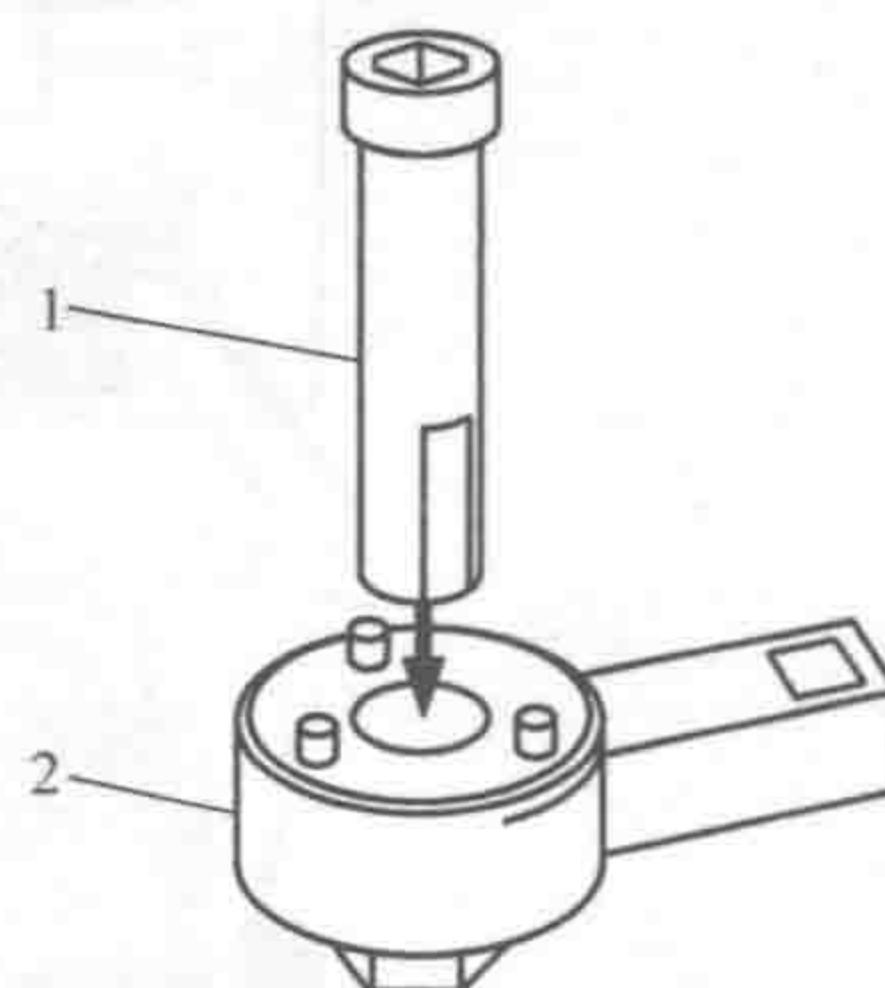

图 1-10 SST (A) 和 SST (B) 系列
对于带轮带有单向离合器的发电机来说，拆卸带轮时应使用如图 1-10 所示的专用工具，用 SST (A) 使发电机转子轴保持不动，用 SST (B) 拆卸带轮。